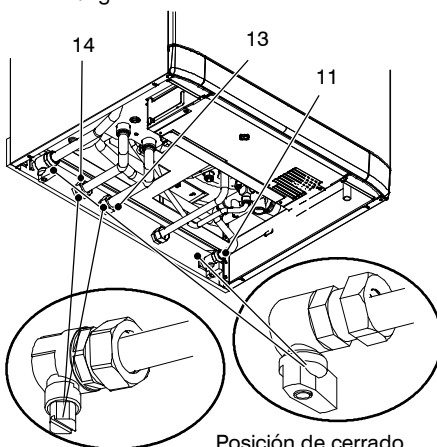

fig. 9.3
- 1 Cerrar el grifo de entrada del agua sanitaria 11 en la fig. 9.3
- 1 Cerrar los grifos de ida 13 y retorno 14 en la fig. 9.3 de la instalación de calefacción.